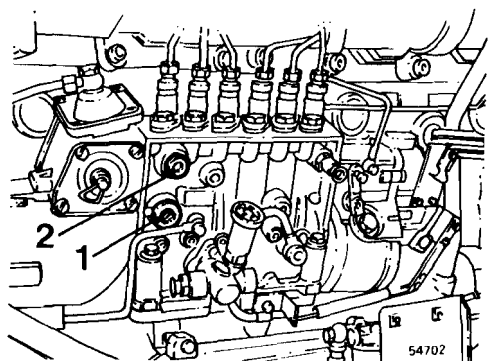

Fig. 220
3 Quitar el tapón hexagonal (1) con la arandela, véase fig. 220, para que se vea el taqué del 1:er cilindro.
5 Desmontar el tubo de combustible de la conexión 2 encima del orificio para el taqué del 1:er cilindro en la bomba de inyección, véase fig. 220.